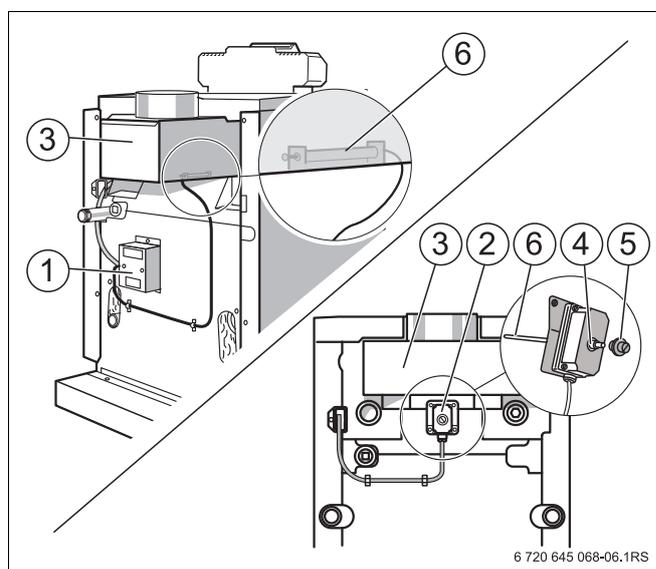

Рис. 6 Системы контроля дымовых газов
- Если имеется теплотребность, система контроля дымовых газов AW 50 (Рис. 6, поз. 1) через несколько минут вновь автоматически запускает горелку.
- На системе контроля дымовых газов AW 10 (Рис. 6, поз. 2) примерно через две минуты снимите защитный колпачок (Рис. 6, поз. 5) и нажмите разблокировочный штифт (Рис. 6, поз. 4).